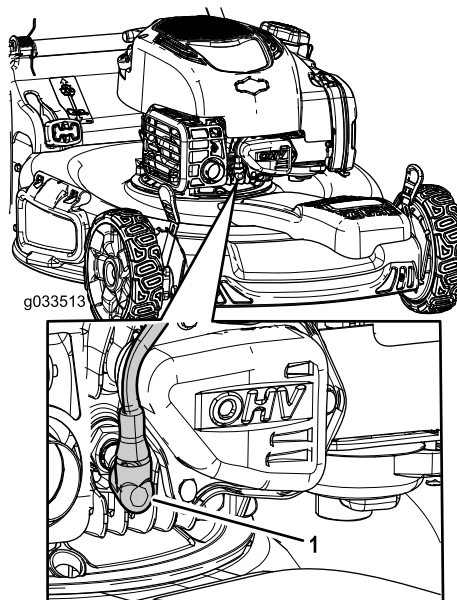

Figura 30
2. Desconecte el cable de la bujía (Figura 30) antes de realizar cualquier procedimiento de mantenimiento.